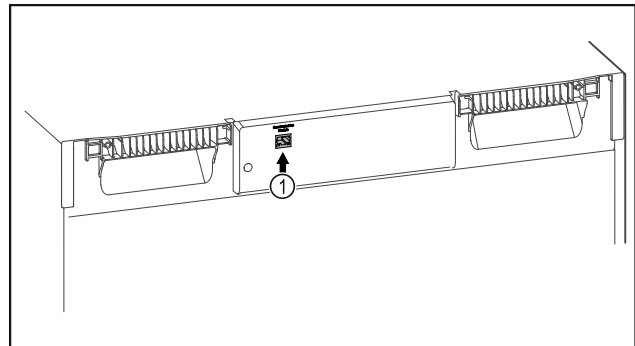

Fig. 94
- Το SmartModule Fig. 94 (1) χρησιμοποιείται.